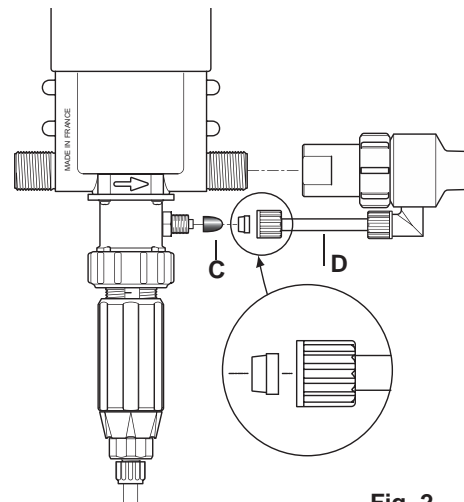

Fig. 2
Para los modelos Inyección Externa (IE) que permiten de trabajar con ciertos concentrados corrosivos, el Dosatron se entrega con un sub-conjunto inyección externa (Fig. 2-D).
¡ ATENCIÓN ! Dejar el filtro de aspiración a 10 cm del fondo del recipiente de solución para evitar aspirar las partículas no solubles que puedan dañar el cuerpo dosificador (Fig. 2).